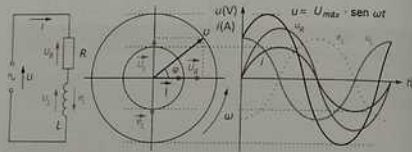

Figura 4.12. Circuito eléctrico RL. Diagrama vectorial y senoidal.
Se considera un circuito RL al compuesto por una resistencia (R) y una bobina (L) en serie conectado a un generador de corriente alterna (Figura 4.12). En él se produce, como ya sabemos, un desfase donde la corriente se retrasa respecto a la tensión, pero su valor ahora no será de 90° .